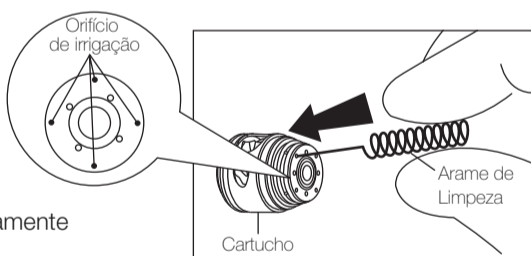

Fig. 9
- 2) Introduza o Arame de Limpeza diretamente nos orifícios de irrigação (Fig. 9).